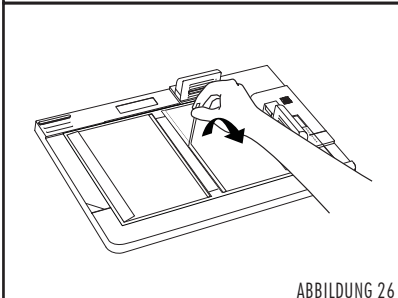

ABBILDUNG 26
2. Legen Sie einen Hardcover™ Umschlag mit der Klebeseite nach oben in den Hardcover Guide ein und fixieren Sie ihn mit der violetten Klemmvorrichtung. Die Oberkante und rechte Seite sollten sich unter der durchsichtigen grünen Abdeckung befinden. Entfernen Sie nun den schmalen Klebestreifen, der sich auf der rechten Seite des Hardcover™ Umschlags befindet, um das Dokument zu fixieren (siehe Abbildung 26).